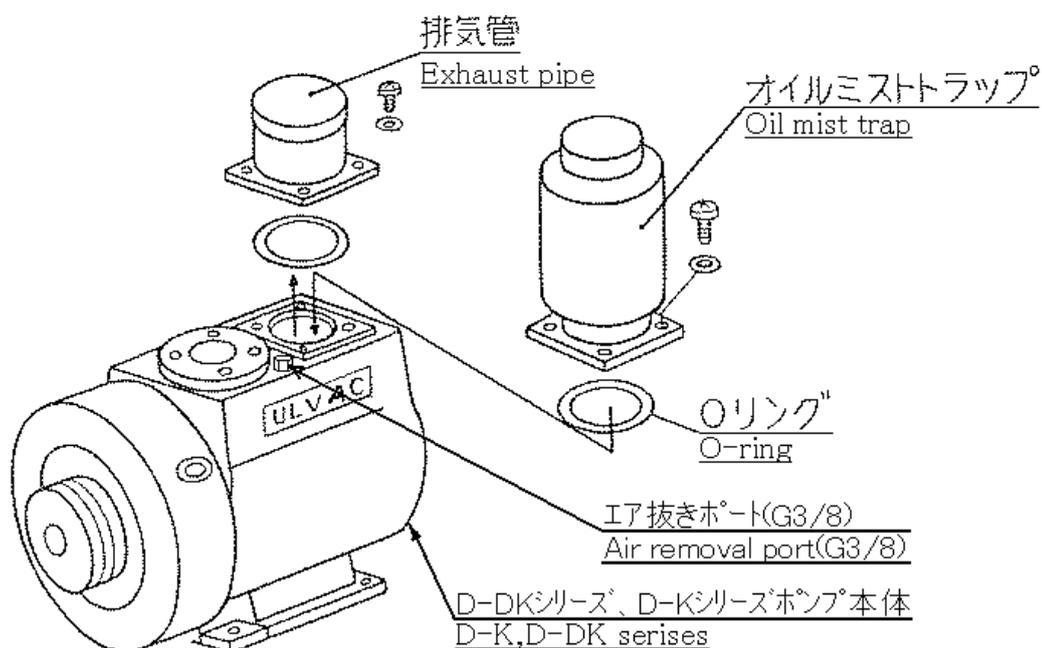

図 13 D-K 型、D-DK 型ポンプへの取り付け図
3. 2. 1 D-K 型、D-DK 型ポンプに取り付ける時 (図 13 参照)